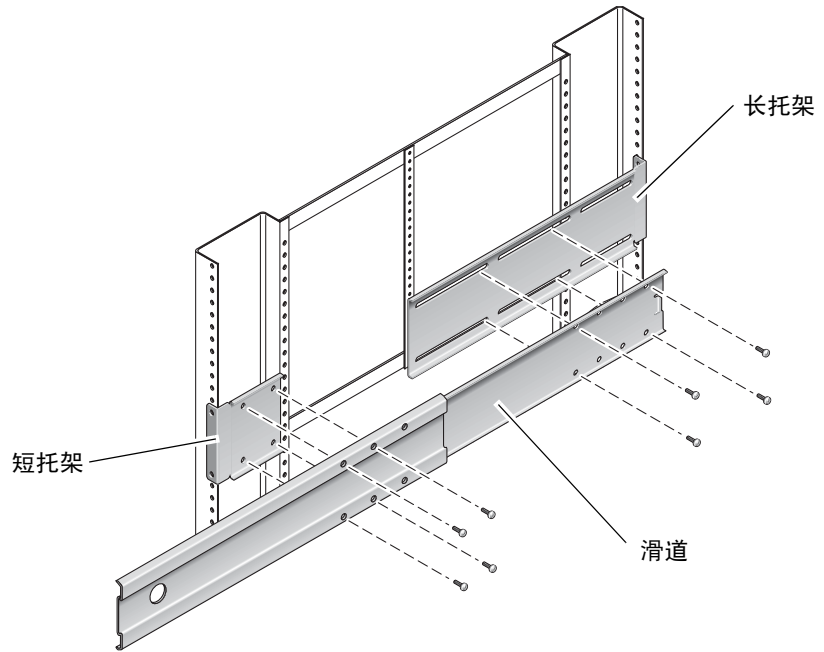

图 3-12 将滑道固定到托架上
10. 使用 M5 盘头螺丝（四颗用于短托架，四颗用于长托架），将滑道固定到机架前端的短托架和机架后端的长托架（图 3-12）。